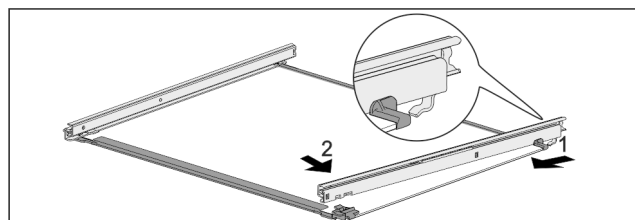

Fig. 140 Glasplatte mit Schienen
- Schiene hinten einhängen. Fig. 140 (1)
- Schiene vorne einrasten. Fig. 140 (2)